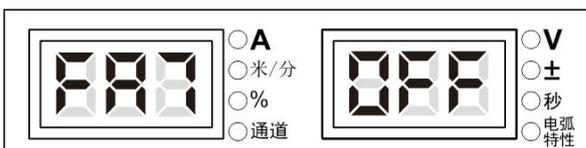

图3-37 FA7 显示界面
1. 进入内部菜单，调节焊接电源面板旋钮至 FA7，如图 3-37 所示。